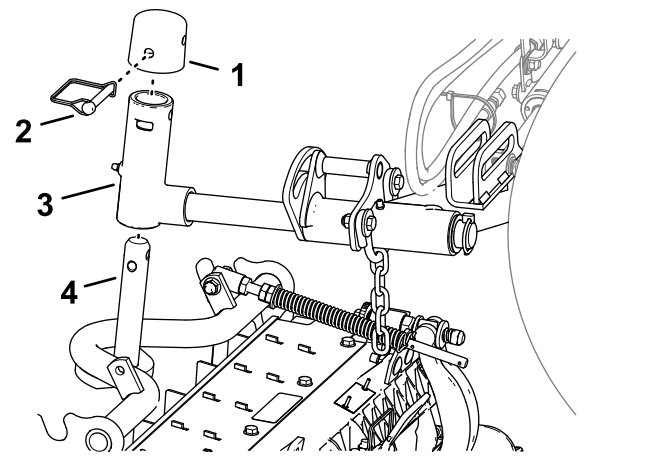

図 15
1. カッティングユニットを昇降アームの下に置く 図 15。